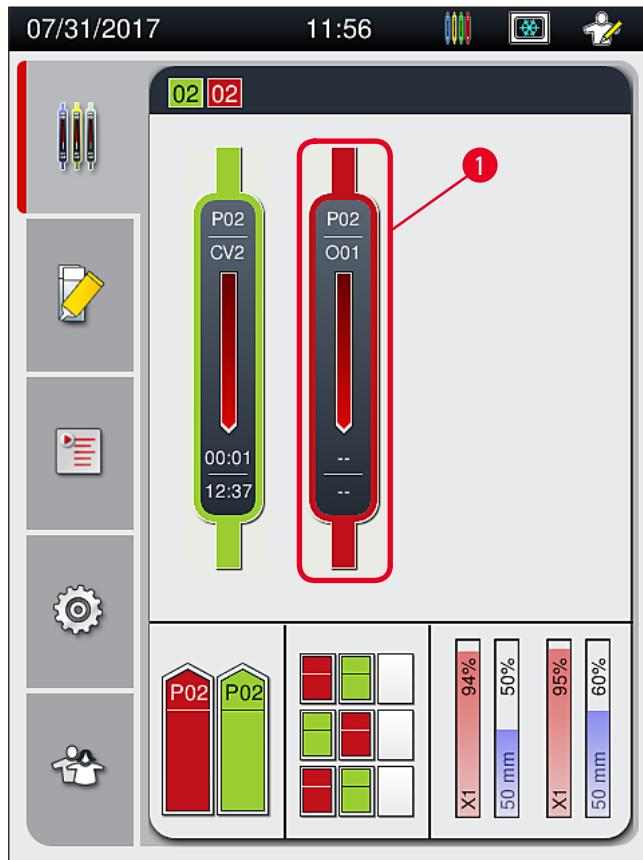
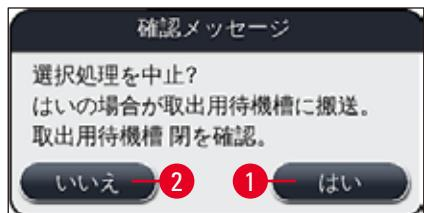

図 78
図80
① 封入処理のキャンセルは、プロセスステータス表示画面からのみ行うことができます（→ 図 78）。
ラックの処理中止（→図79-1）ボタンを押すと、情報メッセージが表示されます（→図80）。中止を確定するには「はい」（→図80-1）を押します。「いいえ」（→図80-2）を押すと、プロセスステータス表示画面（→図78）に戻ります。